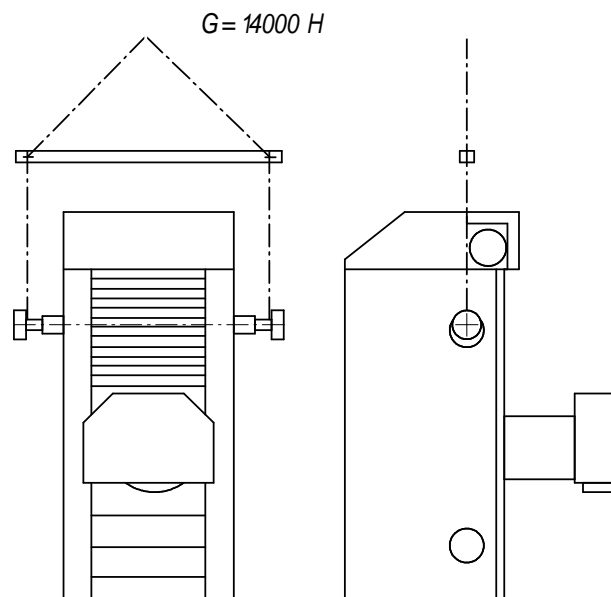

Рисунок 12 – схема транспортирования стойки
8.2.5 Снять стойку, предварительно открепив ее о салазок. Для снятия пользоваться схемой строповки - рисунок 12.